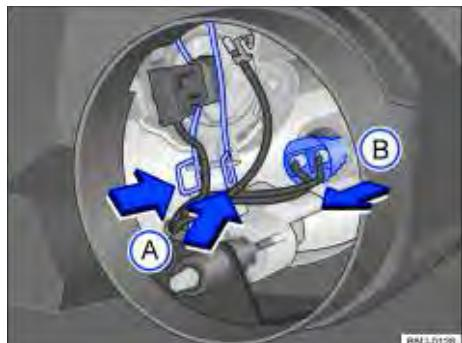

Fig. 180 Acesso à lâmpada incandescente do farol alto / longo alcance e luz de posição.
5. Comprimir ambos os lados da mola de travamento separadamente \Rightarrow Fig. 180 setas  contra a lâmpada, deslocar a mola para destravar a lâmpada.
4. Remover o soquete ⇒ Fig. 180  no sentido da seta.